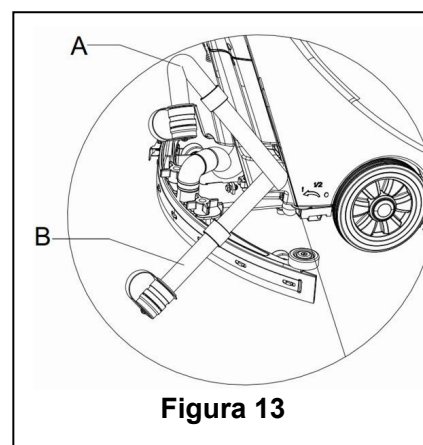

Figura 13
2. Utilizzando l'apposita manopola (14), sollevare il tergipavimento.
4. Afferrare il manubrio (2) e far gentilmente inclinare l'apparecchio all'indietro finché la ruota di guida non tocca il pavimento. (Per l'inclinazione dell'apparecchio si prega di far riferimento alle procedure nella sezione dello spegnimento dell'apparecchio.)
5. Estrarre il tubo di drenaggio dal gancio di fissaggio, piegare l'estremità del tubo di drenaggio (come mostrato in A, Figura 13), quindi aprire il coperchio del tubo di drenaggio, abbassare il tubo di drenaggio ad un livello inferiore o al suolo per far uscire l'acqua. In alternativa, posizionare direttamente il tubo ad un livello inferiore o al suolo per far sì che lo scarico dell'acqua sia volto verso il basso (come mostrato in B, Figura 13), e quindi svitare il coperchio del tubo per far uscire l'acqua dal serbatoio. Quando il drenaggio è completo, sciagquare l'interno del serbatoio con acqua pulita.
Durante il drenaggio, il tubo di scarico deve essere piegato o abbassato ad un livello inferiore (come mostrato nella Figura 13 A o B), e quindi aprire il coperchietto del tubo di drenaggio per farne uscire l'acqua. Fare attenzione che il